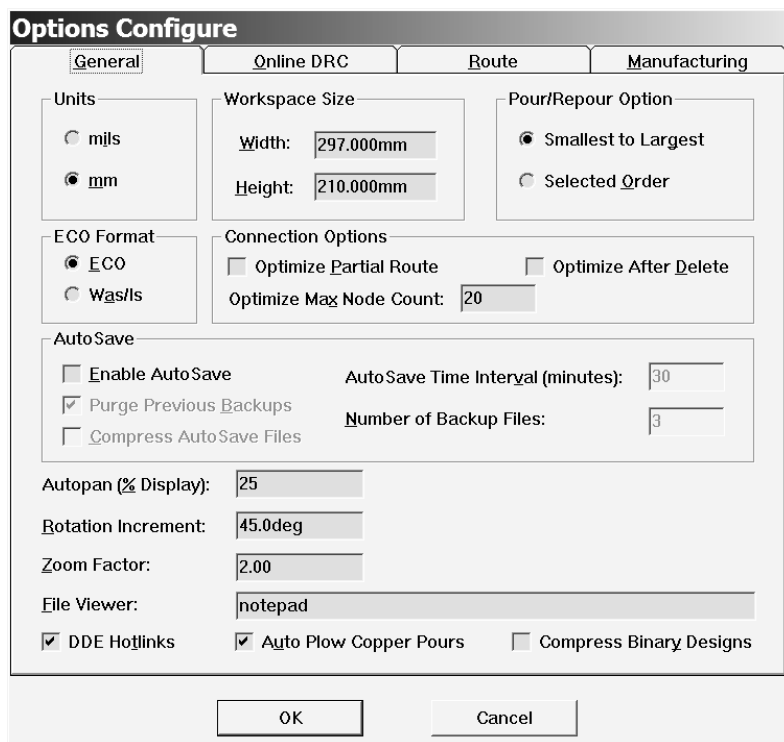

Рис.1.5.Задание конфигурации чертежа
3. Задать границы чертежа: в меню Options подменю Configure, закладка General установить флажок Units в положении mm, WorkspaceSize– 210x297mm(A4)(рис.1.5).